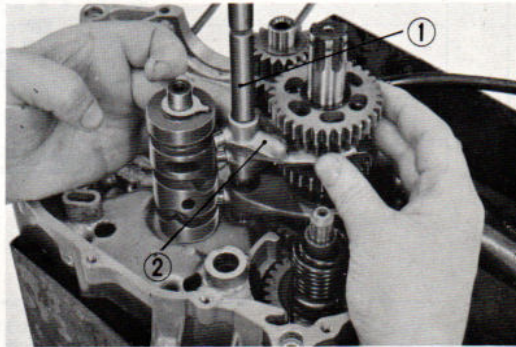

Fig. 96
9) Lors de la reposer du carter gauche, s'assurer que l'axe de kick se trouve perpendiculaire au trou du carter gauche. (Fig. 96)